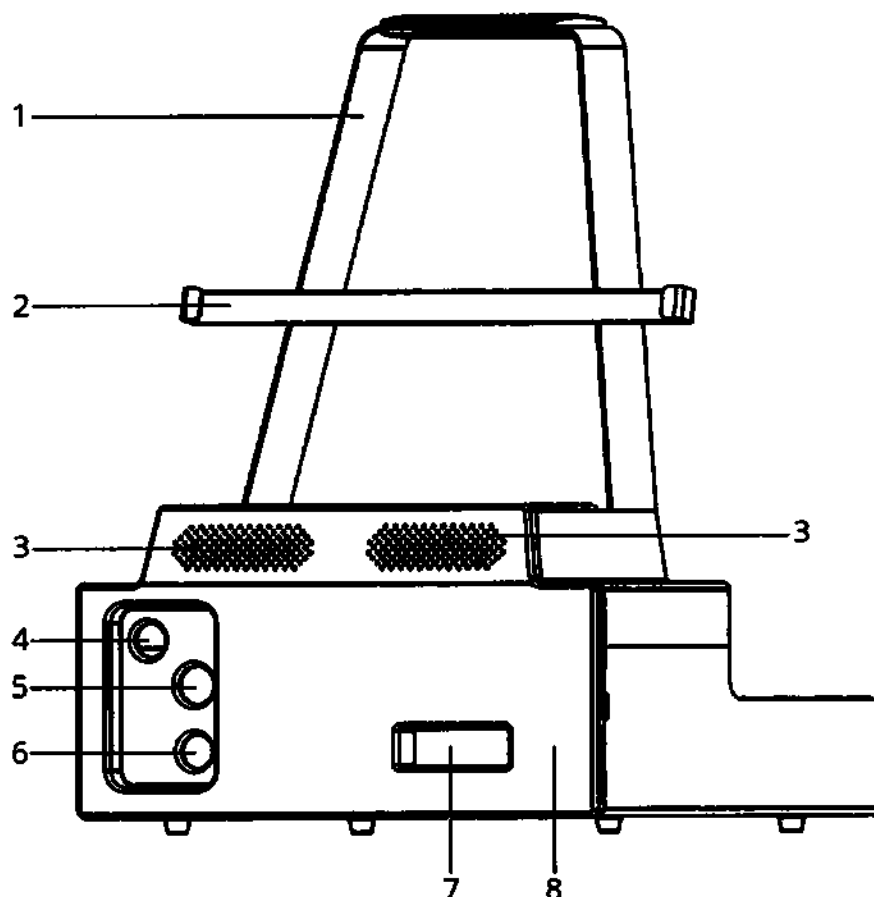
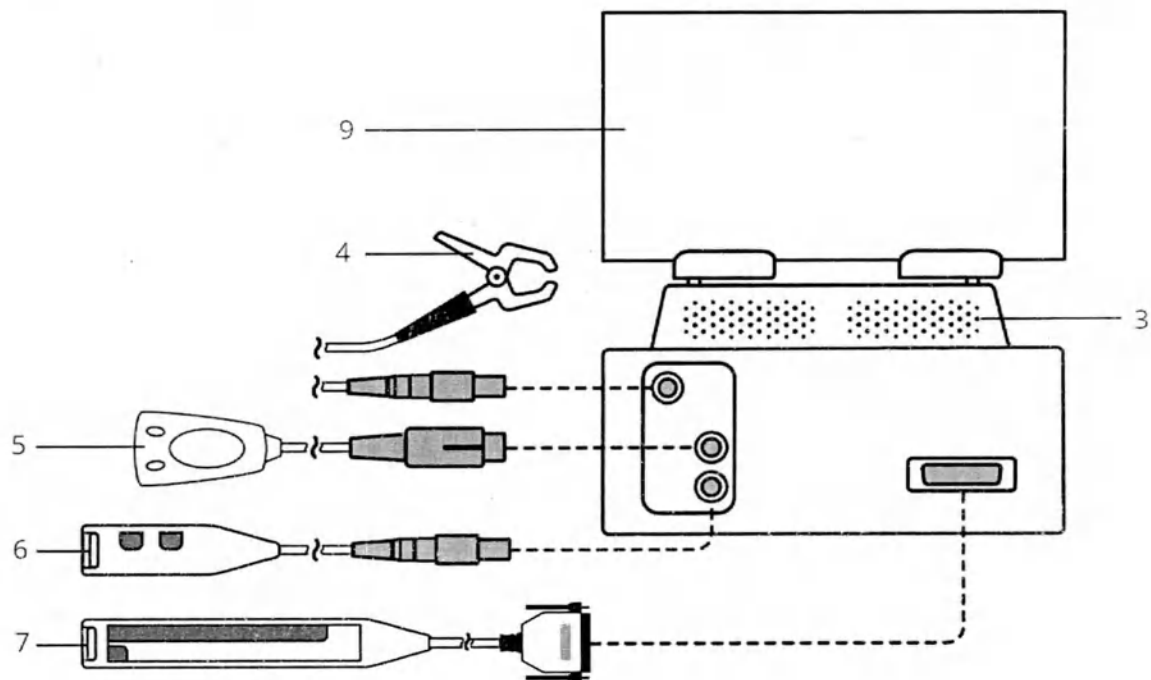

Рис. 18. Внешний вид держателя для «Нейро-ИОМ» и планшета
Рис. 19. Схема подключения компонентов системы к держателю
Внешний вид держателя, а также схема подключения компонентов системы к держателю представлены на рис. 18 и рис. 19.
2. Планка для установки планшета (поз. 9 на рис. 19).
Держатель предназначен для размещения планшета (поз. 9) и 16-канального блока усилителя «Нейро-ИОМ» в комплекте с датчиком коагулятора (поз. 4), кабелем отведения (поз. 5) для подключения стимулирующих электродов, блоком выносным для подключения электродов прямой стимуляции (поз. 6), блоком отводящих электродов ИОМ (А) (поз. 7, рис. 19). Динамики, встроенные в держатель (поз. 3), предназначены для звукового сопровождения регистрируемых сигналов.